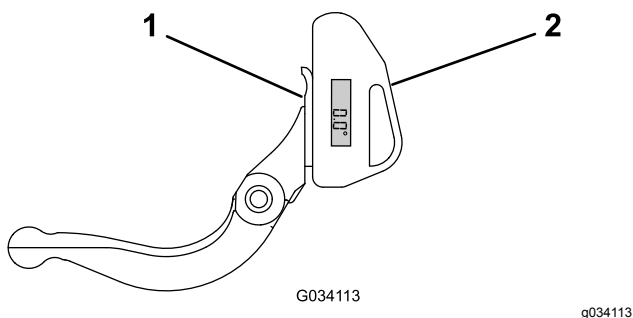

図 27
1. 図 27 に示すように、ベッドナイフの底部に傾斜計をセットする。